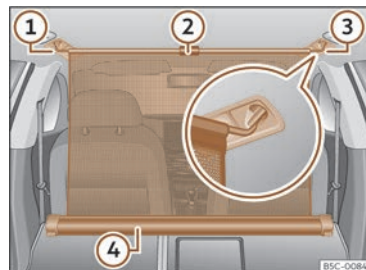

Fig. 194 En el maletero: red de separación enganchada con los respaldos del asiento trasero abatidos.
- Tire hacia arriba de la lengüeta >>> **fig. 194** ② para sacar la red de la carcasa ④.
- Enganche la red de separación en el lado derecho o izquierdo >>> **fig. 194** ③ (imagen ampliada).
- Enganche la red de separación en el alojamiento del otro lado >>> **fig. 194** ① estirando la barra.
La red de separación está correctamente montada cuando los extremos en forma de T están enganchados firmemente en los alojamientos correspondientes >>> **fig. 194** ③ y ①.
- Enrolle la red en la carcasa >>> **fig. 194** ④ bajándola con la mano.